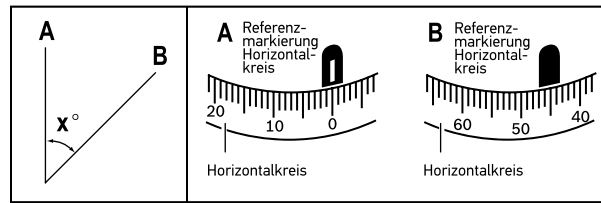

Abbildung 6
- Fokussieren Sie das Instrument auf die Latte A. Drehen Sie den Horizontalkreis (2), bis die Markierung "0" mit der Referenzmarkierung (3) übereinstimmt (Abb. 6).
- Fokussieren Sie das Instrument auf die Latte B. Notieren Sie die Winkelmessung der Referenzmarkierung (3) des Horizontalkreises (Abb. 6).
Der Winkelwert in Abbildung 6 ist 45° .
- Enfoque el instrumento en la barra A. Gire el círculo horizontal (2) hasta que la marca "0" quede alineada con la marca de referencia (3) (fig. 6).
- Enfoque el instrumento en la barra B. Anote el valor de ángulo que la marca de referencia (3) indica en el círculo horizontal (Fig. 6).